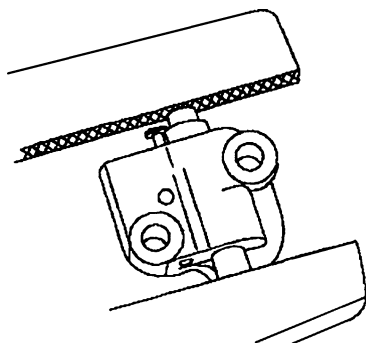

图 11-34 把右侧正时链条张紧器放入台虎钳
22) 如图 11-34 所示, 把右侧正时链条张紧器放入台虎钳, 台虎钳卡爪要用软垫垫好, 以免损伤张紧器。